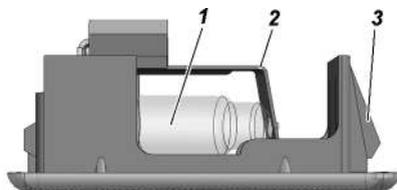

Рис. 9.35. Плафон подсветки вещевого ящика:
**Плафон подсветки вещевого ящика.** Для замены лампы извлеките плафон (рис. 9.35) из вещевого ящика. Замените лампу 1 отжав держатель 2.